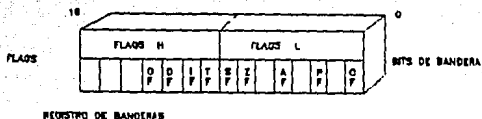

figura 1-13
**IP.** El apuntador de instrucción, nos da la dirección relativa con respecto al segmento de código. Se usa junto con el CS (figura 1-13) para mantener la dirección de la siguiente instrucción a ser ejecutada. Los programas no tienen acceso directo al IP, pero existe en algunas instrucciones como JMP o CALL, que cambian el IP directa o indirectamente.